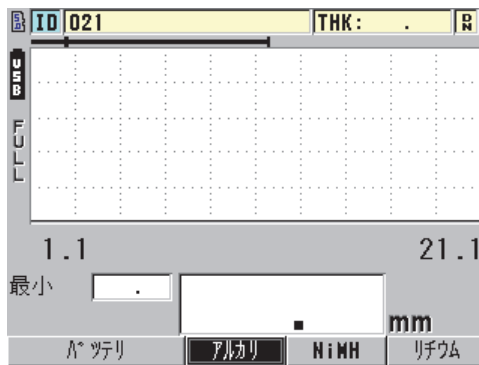

図 2-4 バッテリータイプの選択
12. 画面最下部に表示されている質問（41 ページの図 2-4 を参照）に答えるには、次のようにします。